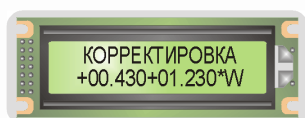

Рис. 11.1. Вид ЖКИ БУК при вводе поправки в корректировочное выражение
**12.2.** Корректировочное выражение (см. рис. 11.1) в исходном состоянии имеет вид:
**a** — текущее значение первого слагаемого корректировочного выражения (на рис. 11.1  $a = 0,43$ );
**b** — текущее значение коэффициента при втором слагаемом корректировочного выражения (на рис. 11.1  $b = 1,23$ ).
**12.3.** Вычисление новых значений коэффициентов корректировочного выражения (2)  $a_{кор}$  и  $b_{кор}$  производится по формулам:
12.5.6. Запишите новые значения  $a_{кор}$  и  $b_{кор}$  в память влагомера, для этого: на клавиатуре БУК нажмите кнопку «ГРАД», введите пароль «16729» (вид ЖКИ БУК после ввода пароля приведен на рис. 9.3); нажать кнопку «4», затем «ВВОД», при этом на ЖКИ БУК откроется корректировочное выражение (см. рис. 11.1), мигающий курсор находится на первом слагаемом, он указывает разряд числа, который будет отредактирован при очередном нажатии цифровой кнопки; при помощи цифровых кнопок клавиатуры БУК запишите полученное значение  $a_{кор}$  в качестве первого слагаемого, нажмите кнопку «Ввод»; мигающий курсор переместится на коэффициент при втором слагаемом — запишите сюда полученное значение  $b_{кор}$  и нажмите кнопку «ВВОД», при этом влагомер перейдет в общее меню режима «Градуировка» (рис. 9.3); нажмите кнопку «ОТМ», при этом влагомер вернется в Основной режим (режим «Измерение»).